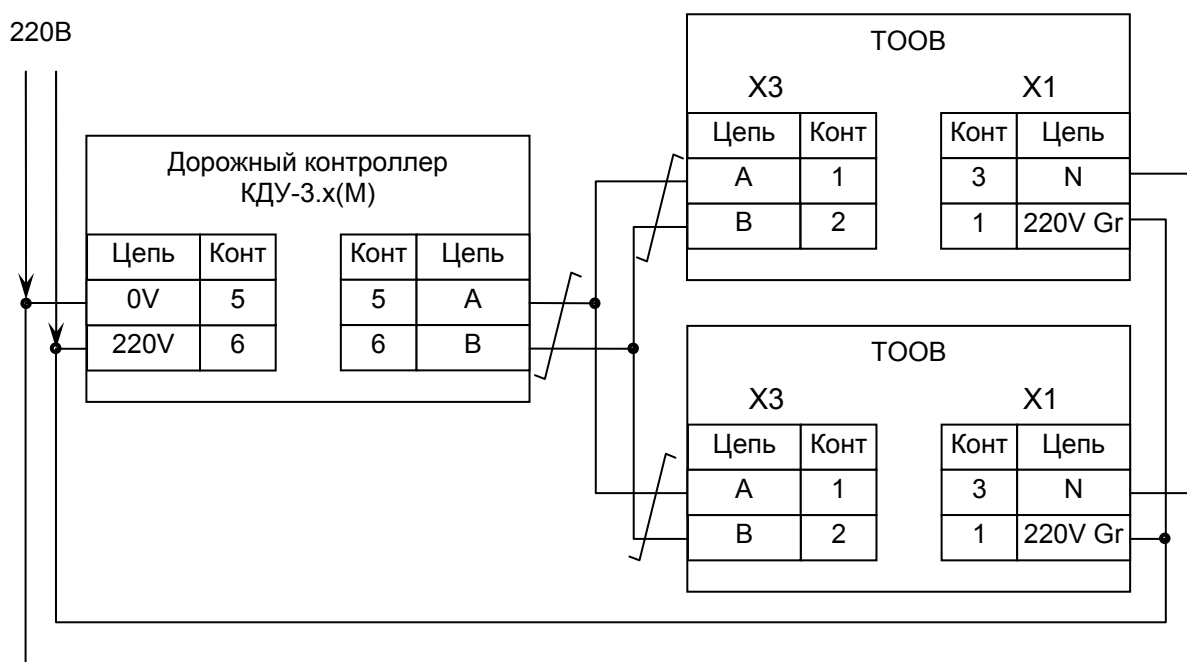

Рис.2. Схема подключения устройства в управляемом режиме. Табло обратного отсчета времени, указатель скорости.
11.1. Устройство подключается к сети 220В через разъем X1 и к дорожному контроллеру по интерфейсу RS-485 через разъем X3 (см. рис. 2).
13.1. Устройство подключается к сети 220В через разъем X1 и к дорожному контроллеру (в дальнейшем и к узлу сети АСУДД-КС) по интерфейсу RS-485 через разъем X3 (см. рис. 2). Допускается использовать отдельный модуль гальванической развязки. Работа возможна только в управляемом режиме.